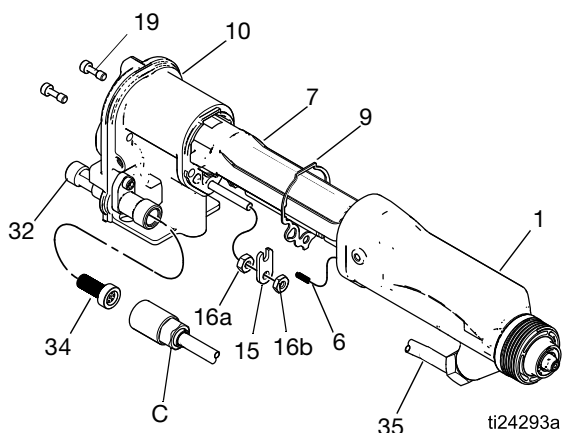

Fig. 31. Fût
Voir FIGURE 31
2. Retirez le chapeau d'air et la buse, page 31. Enlevez la protection (26) du pistolet.
3. Desserrez avec précaution l'écrou du raccord de fluide (C). Sortez le tuyau (35) du raccord (32). Voir FIGURE 31.
5. Desserrez les deux vis (19). Voir FIGURE 31.
6. Maintenez le corps du pistolet (10) d'une main et extrayez le fût (1) du corps en le tenant dans l'axe. Voir FIGURE 31.